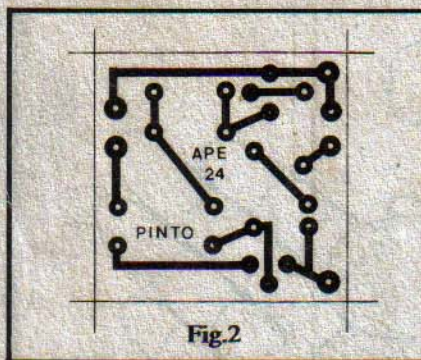

Fig.2
- **FIG.2** - Plaquinha específica de Circuito Impresso para a montagem do PINTO. É pequenina, fácil de realizar, usando-se qualquer das técnicas convencionais (tinta ácido-resistiva, decalques, etc.). O Leitor/Hobbysta que preferir adquirir o PINTO em KIT, receberá a tal plaquinha já pronta, "fugindo" do trabalho prévio de confecção. Lembramos porém que, em qualquer caso (principalmente se o hobbysta estiver dando seus primeiros passos na Eletrônica...) as INSTRUÇÕES